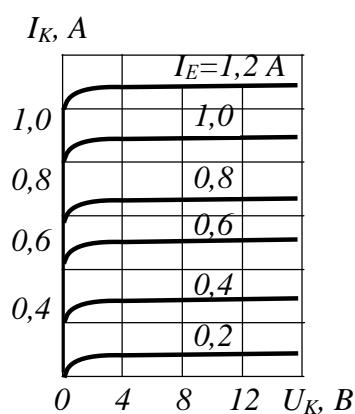

Рис. 10.5
**10.32.** На рис. 10.5 зображено сімейство вихідних характеристик транзистора ГТ403А у схемі із загальною базою. Визначити коефіцієнт передачі струму емітера для напруги на колекторі 8 В і струмів емітера 0,2; 0,4; 0,6; 0,8 А. Побудувати графік залежності  $h_{21B} = f(I_E)$ .